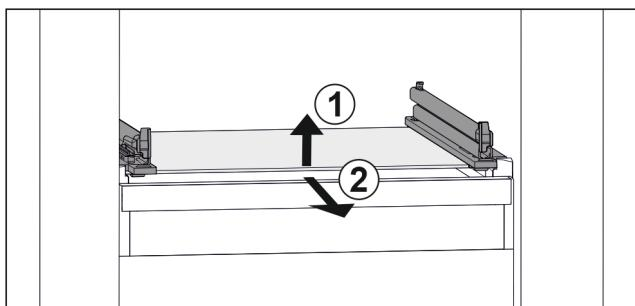

Fig. 138 Beispielhafte Darstellung der Glasplatte
- Glasplatte vorne anheben. Fig. 138 (1)
- Glasplatte nach vorne entnehmen. Fig. 138 (2)